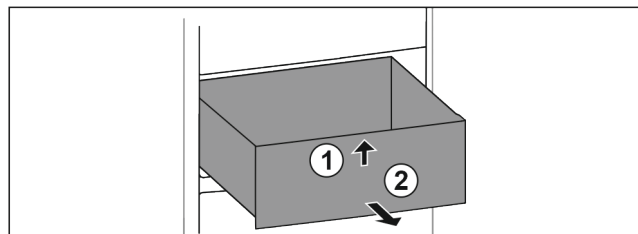

Fig. 16
- ▶ Nadvihnite ju dopredu Fig. 16 (1).
- ▶ Odoberte ju dopredu Fig. 16 (2).